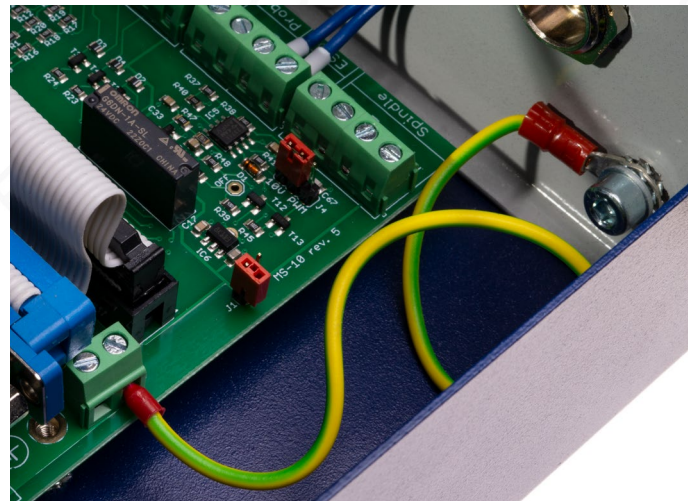

Bild 14: Anschluss des Erdungskabels.
- Schließen Sie das Erdungskabel **26** an der Erdungsklemme an, wie in Bild 14 gezeigt.